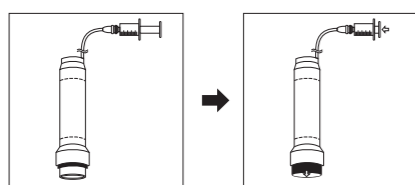

図2
6. 送気コネクタにシリンジ（小：空気駆動用）を接続し、約5mLの空気を一気に注入する。そのときスライド筒が前方に突出することを確認すること。（図2）